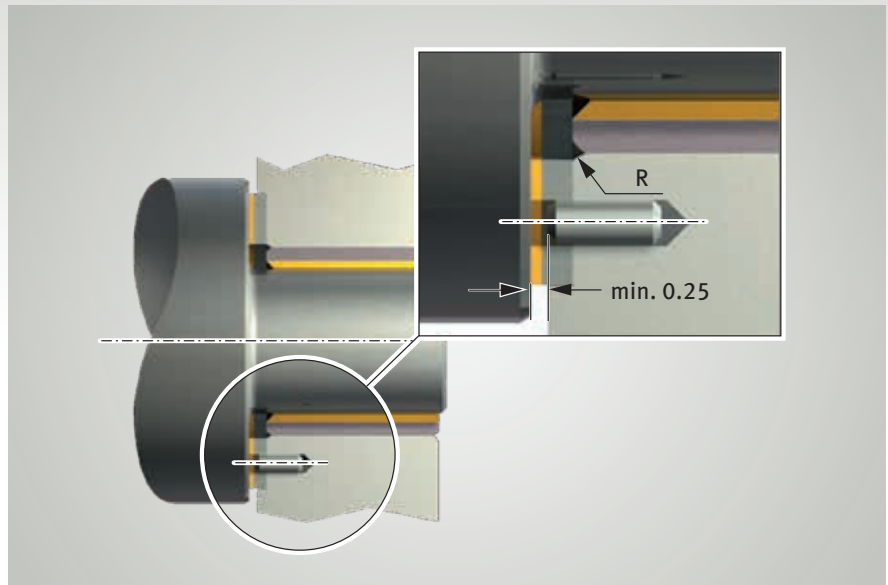

Abb. 3: Befestigen einer Anlaufscheibe PAW in einer Ausnehmung des Gehäuses
- konzentrischer Sitz wird durch Ausnehmung im Gehäuse gesichert (Abb. 3)
- unerwünschtes Mitdrehen wird mittels Passstift oder Senkschraube verhindert (Abb. 3 und 4)
- Schraubenkopf oder Passstift muss gegenüber der Laufläche um min. 0,25 mm zurückgesetzt sein (Abb. 3 und 4)